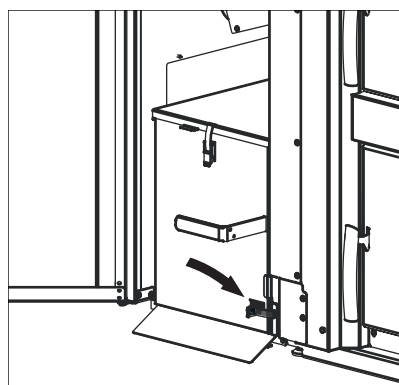

Fig. 32 Aprire la chiusura a staffa di fissaggio
- Allentare la chiusura a staffa di fissaggio inferiore destra – Fig. 32.